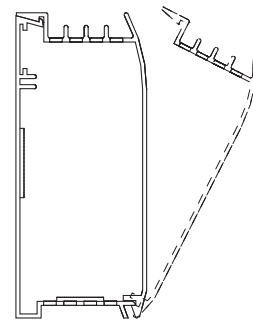

Fig. 5
16. Avant la mise sous tension, assurez-vous que le couvercle avant est bien installé sur le carter arrière, sur toute la longueur du radiateur, voyez la Figure 5. Ne faites pas fonctionner un radiateur sans que son couvercle avant soit en place.
- Remettez en place le couvercle avant en mettant le bord avant inférieur du couvercle sur le bord avant inférieur du carter arrière, et en poussant le couvercle tout droit en arrière pour verrouiller le tout. Voir la Figure 5.
10. Remettez en place les couvercles frontaux en suivant l'étape 10 de l'installation d'unité unique (Voir la Figure 5).
5. Remettez en place le couvercle avant comme montré en figure 5, en vous assurant qu'il est bien verrouillé en place sur toute la longueur du radiateur. Rétablissez l'alimentation du radiateur et vérifiez son bon